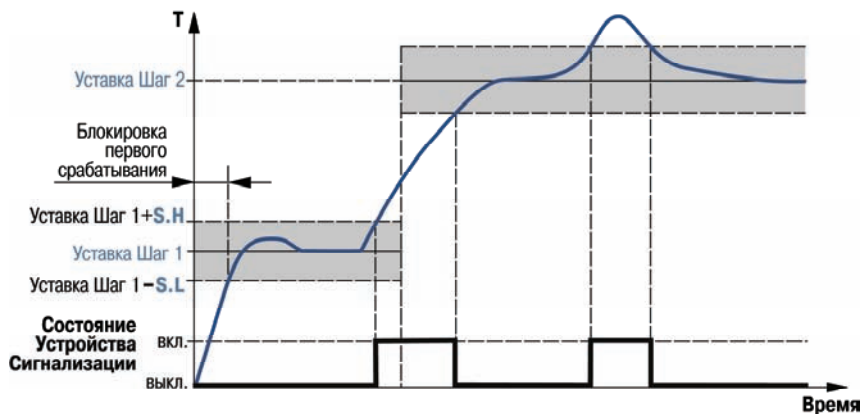

Рис. 3.8. Пример логики работы и блокировки срабатывания Устройства сигнализации при U-образной логике
2) при выходе регулируемой величины за заданные пределы – U-образная логика (**SiG.t = S.otn**) (рис. 3.8);